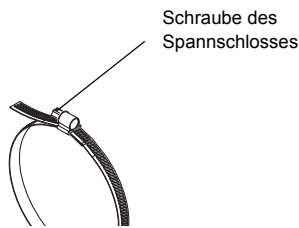

Abb. 9.13: Spannschellenschloss mit Spannband
- Legen Sie das Spannband um das Rohr und schieben Sie es durch das Spannschloss (siehe Abb. 9.13).